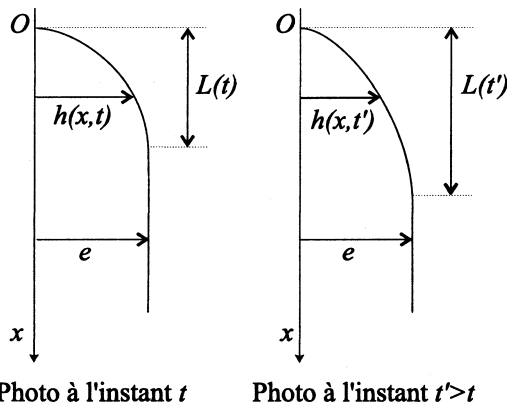

Figure 4 : drainage d'un film sous l'effet de la pesanteur
A.4.2 On note $h(x,t)$ l'épaisseur du film (voir **figure 4**) qui dépend maintenant à la fois du temps t et de la position x : le film, qui n'est pas alimenté, s'amincit par le haut. Soit $L(t)$ la longueur de la zone amincie à l'instant t . On a bien évidemment $h(L(t),t) = e$. En écrivant la conservation de la matière, sur une tranche comprise entre les plans de cote x et $x+dx$ et de largeur unité, montrer que :